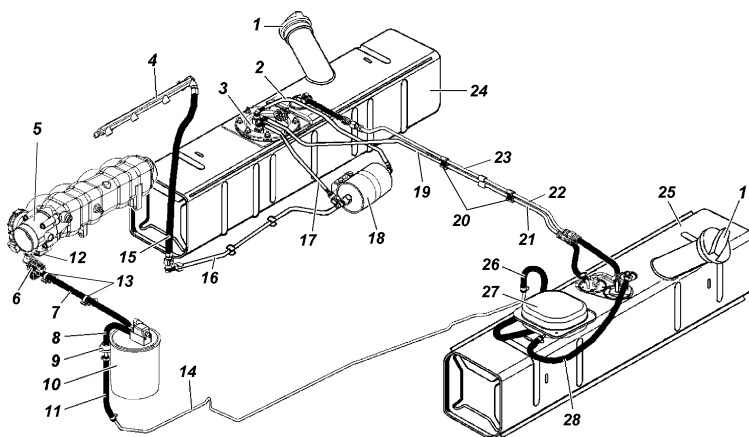

Рис. 9.9. Схема системы питания двигателя топливом:
**Топливные баки** 24, 25 (рис. 9.9). Обслуживание топливных баков заключается в периодической промывке фильтра топливного модуля (правый бак) и промывке самих баков.
-откройте люк в полу кузова над топливным модулем 3, отверните болты крепления сепаратора 27 (рис. 9.9), выньте его и отсоедините от него шланги;
**Топливный модуль 3** (рис. 9.9) погружного типа, включающий в себя электробензонасос, сетчатый фильтр, струйный насос, регулятор давления и датчик указателя уровня топлива.